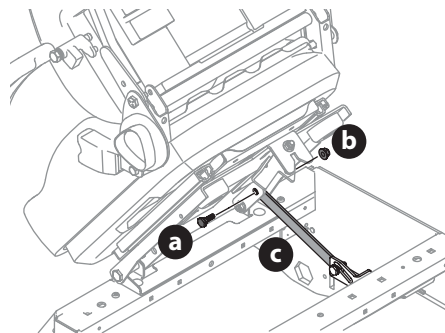

Fig. 9
3. Saque el tornillo con reborde (a) y la tuerca de seguridad bridada (b) de la bolsa del manual e instale la ménsula de traba del asiento (c) (Fig. 9).